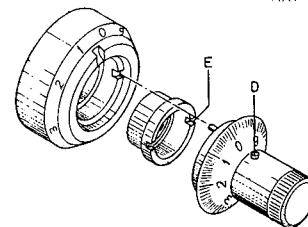

Fig. 3.4. Removing the knobs.
3.3.3.1. Single knobs (fig. 3.4.)
3.3.3.2. Double knob (fig. 3.4.)
3.3.3.3. Delay-time multiplier knob (fig. 3.4.)